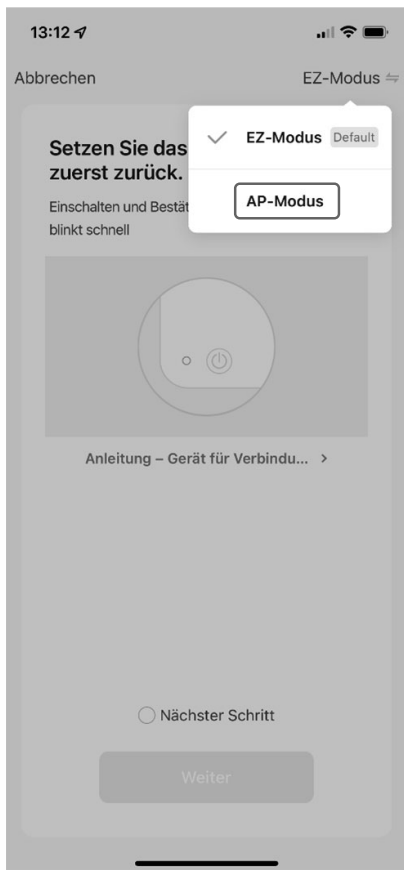

Abb. 5
- ▶ Wählen Sie im Auswahlfenster den **AP-MODUS** aus (s. Abb. 5).